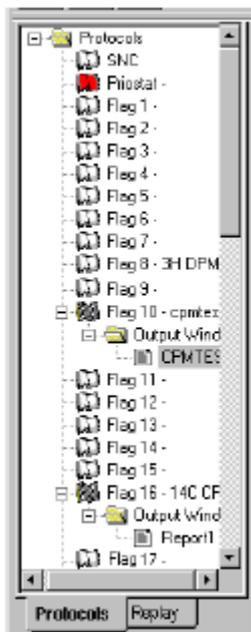

Рисунок 2-8. Дерево Protocols.
1. В дереве **Protocols (Протоколы)** в главном окне (Рисунок 2-8) щелкните правой кнопкой мыши по номеру флага протокола, который вы хотите присвоить анализу. В меню на экране выберите **Associate Assay (Присвоить анализ)**.